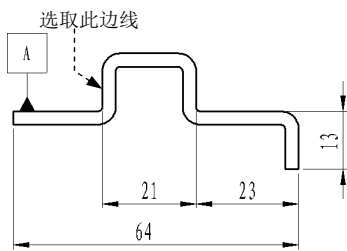
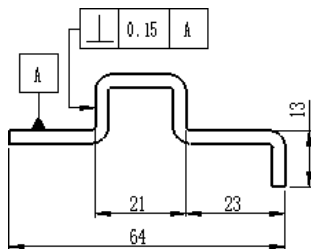

图 8.5.12 选取标注边线
图 8.5.13 添加形位公差
(2) 定义“垂直度”形位公差。在“属性”对话框中单击 **符号** 区域的  按钮，在下拉列表选取“垂直”选项 ，在 **公差1** 文本框中输入公差值 0.15，在 **主要** 文本框中输入基准“A”。
(3) 定义引线样式并放置形位公差符号。在 **引线(L)** 区域依次单击 、 和  按钮，选取图 8.5.12 所示的边线为形位公差标注边，放置形位公差如图 8.5.13 所示。
(4) 单击“形位公差”对话框中的“完成”按钮 ，完成标注形位公差。